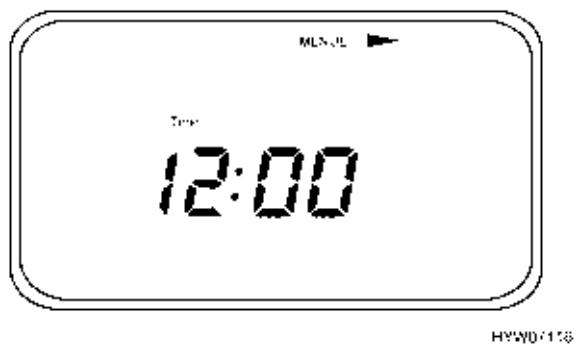

Fig. 113 Menu Impostazioni (pagina 1)
- Premere il tasto "MENU" (Fig. 108,3) per più di 3 secondi: appare il menu Impostazioni (Fig. 113).